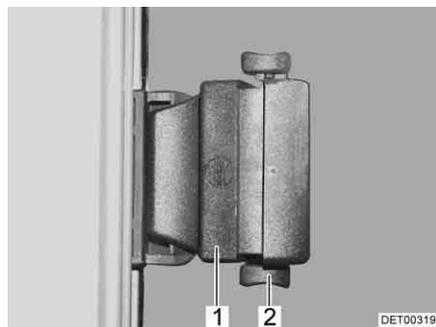

Fig. 81 Finestra scorrevole con bloccaggio a pressione
- Premere il bloccaggio (Fig. 81,2) verso l'alto.
- Premere la maniglia (Fig. 81,1) e spingerla contemporaneamente in avanti o indietro.